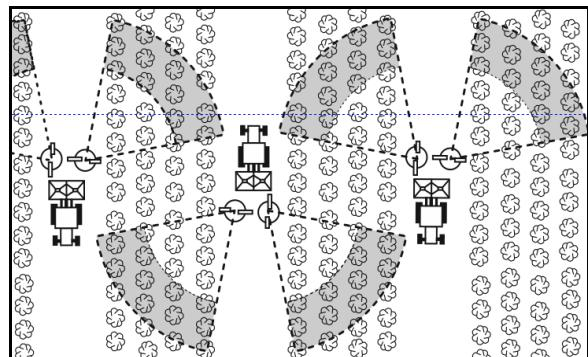

Рис. 20
5. Покладіть карданний вал в передбачений тrimach (Рис. 20).